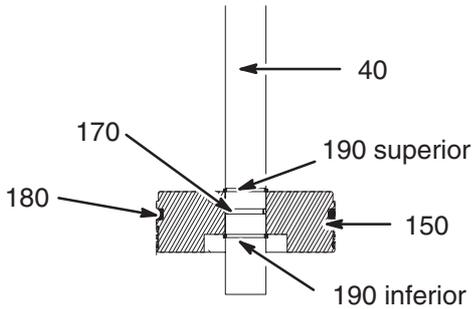

Fig. 22
11. Servicio del pistón del eje de elevación (Fig. 22):
- Desmonte el pistón (150) del eje de elevación (40) y observe si está dañado o desgastado. Cámbielo por uno nuevo si fuera necesario.
- Retire las dos juntas tóricas viejas (170) y (180) (Fig. 22) de la parte interior y exterior del pistón. Cámbielas por nuevas juntas tóricas.
- Monte de nuevo el pistón (150) en el pistón de elevación (40). Coloque el pistón contra el retén superior.
- Coloque de nuevo el retén inferior del pistón (190) en su ranura, entre la base del pistón y el extremo de la varilla de elevación.
- Vuelva a insertar la varilla del pistón (40) en su cilindro.